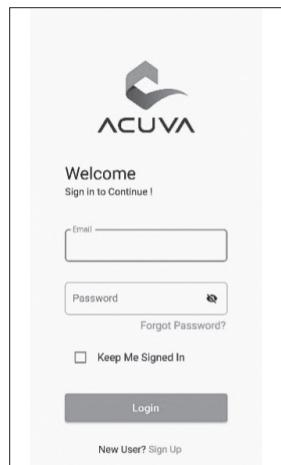

Figura 11: Iniciar sesión en la aplicación
- Tras instalar la aplicación (desde la tienda de aplicaciones), es necesario crear una cuenta e iniciar sesión en la aplicación, como se ilustra en la **FIGURA 11**.